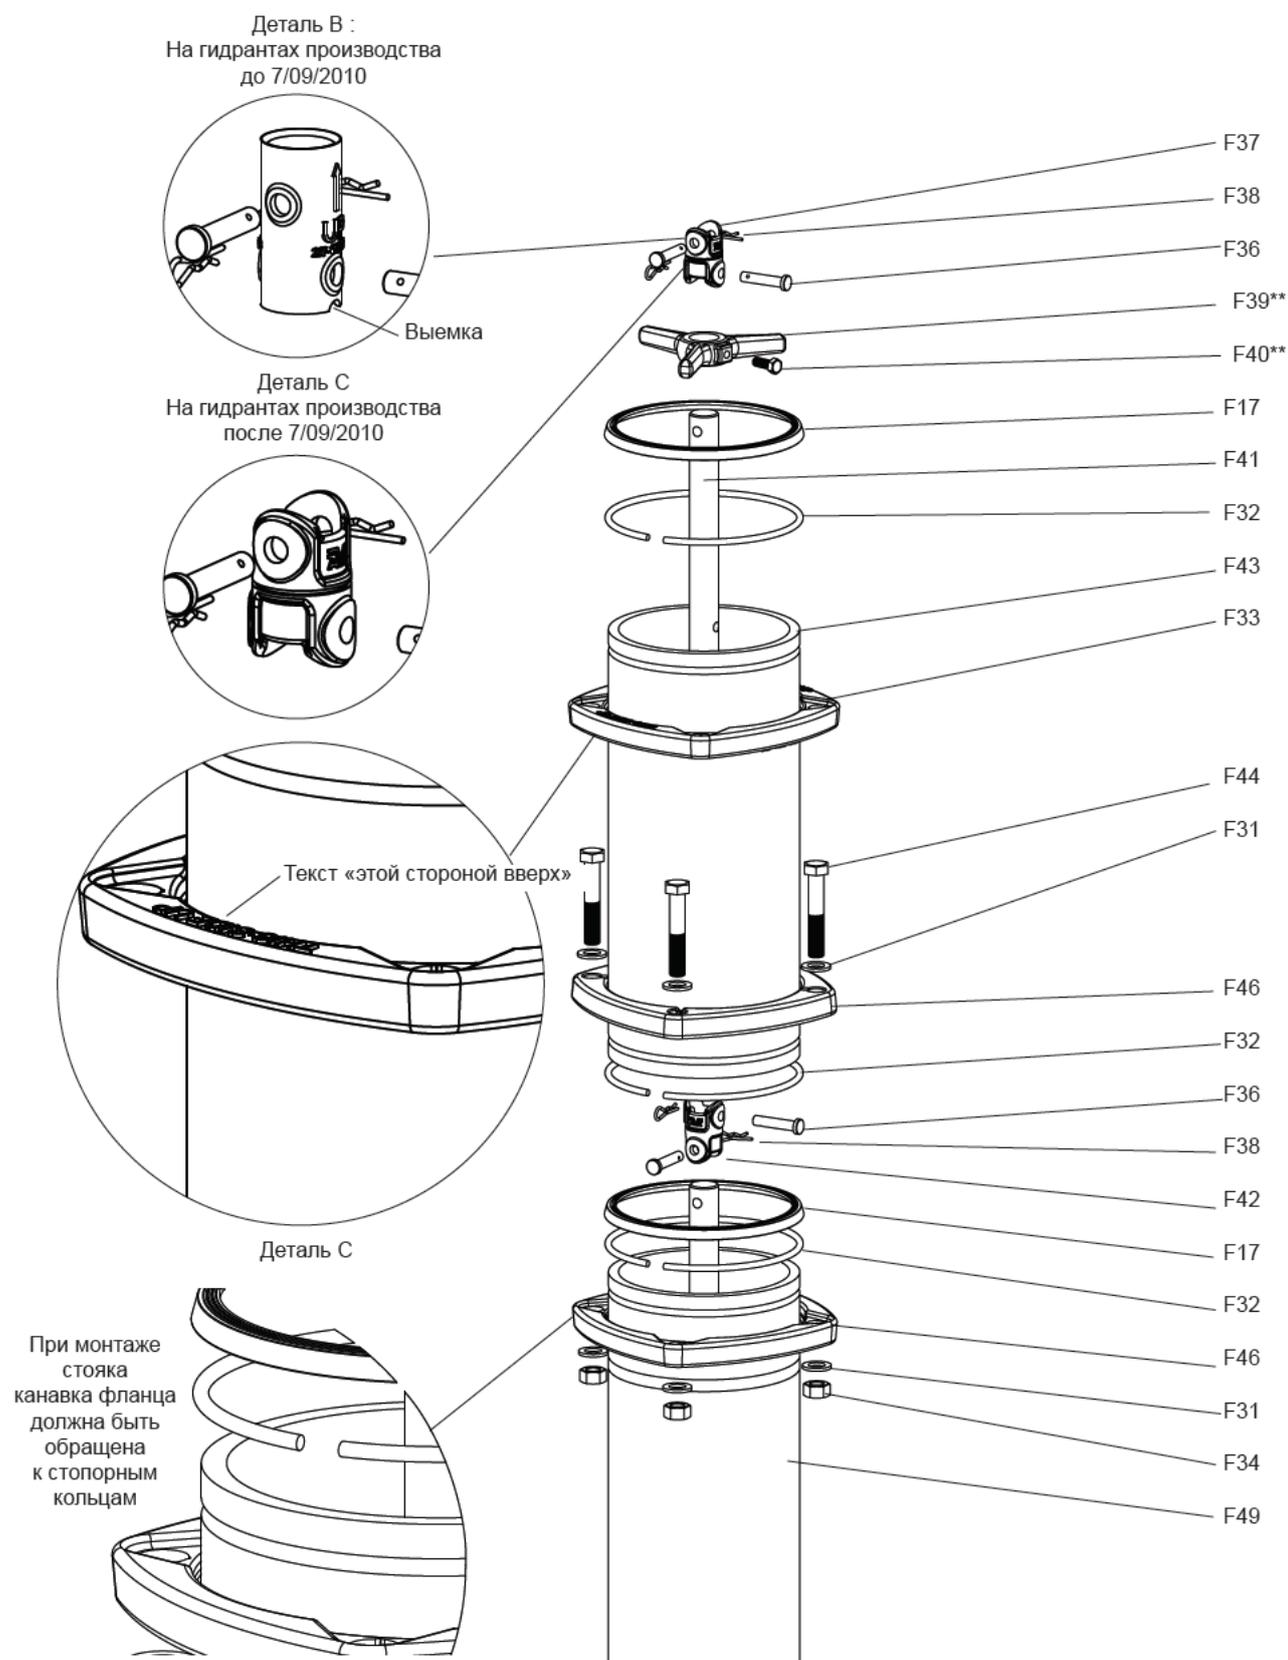

Рис. 10
6.1 КОМПЛЕКТЫ ОБОРУДОВАНИЯ ДЛЯ УДЛИНЕНИЯ СТВОЛА: РИС.10
17. Совместить отверстия под болты на двух фланцах F46 стояка вставить болты F44, гайки F34, шайбы F31 удлинительного ствола как показано на Рис. 10 и затянуть их на 110 Нм.